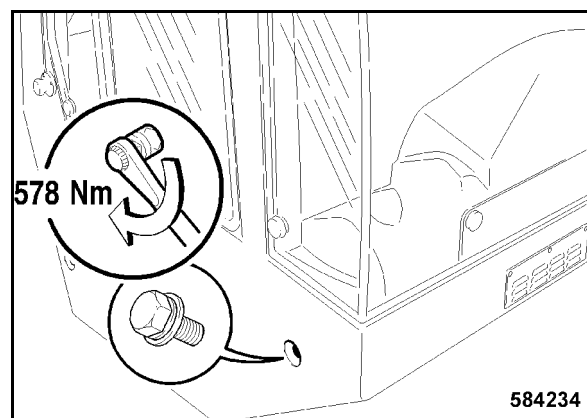

Fig. 209
- El tornillo de fijación delantero, lateral de la derecha hay que apretar con 578 Nm (Fig. 209).